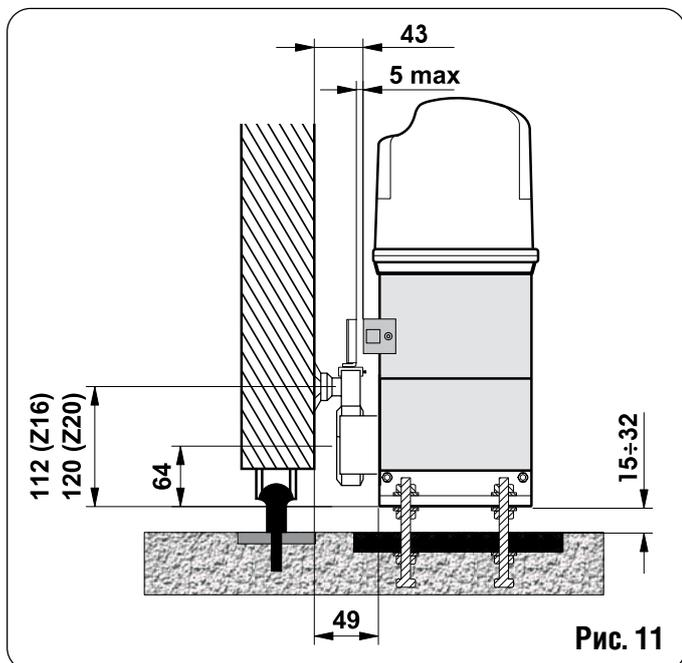

Рис. 11
4) Отрегулировать высоту опоры и расстояние до ворот по рис. 11.